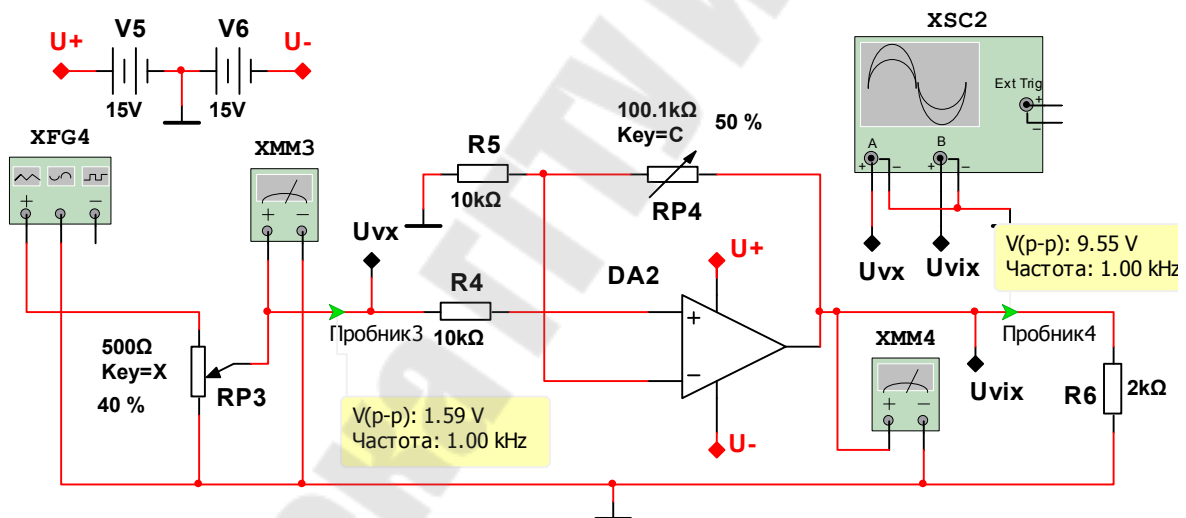

Рис. 4.2. Схема неинвертирующего усилителя
4. Собрать схему неинвертирующего усилителя на ОУ (рис. 4.2). На рис. 4.2 обозначено: V5, V6 – источники постоянного напряжения; DA2 – операционный усилитель; RP3 – потенциометр для регулировки входного напряжения; R4 – резистор на неинвертирующем входе операционного усилителя; R5 – резистор на инвертирующем входе операционного усилителя; RP4 – резистор обратной связи; R6 – нагрузочное сопротивление; XMM3 и XMM4 – мультиметры в режиме измерения переменного напряжения; XFG4 – функциональный генератор; XSC2 – осциллограф.
6. Привести осциллограммы напряжений в точках подключения осциллографа (рис. 4.2) при различных значениях коэффициента усиления схемы. Обратит внимание на фазу напряжения на входе и на выходе усилителя. Построить передаточную характеристику для од-